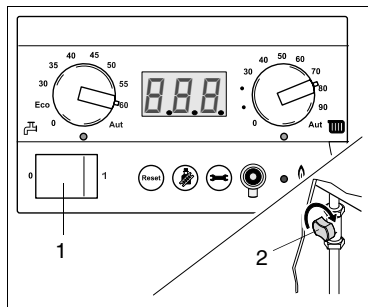

Fig. 8 BC 10 - Gashane
- Tænd/sluk-afbryder (fig. 8, pos. 1) indstilles på "0".
- Tænd/sluk-afbryder (fig. 8, pos. 1) indstilles på "I" og gashane forbliver åben.